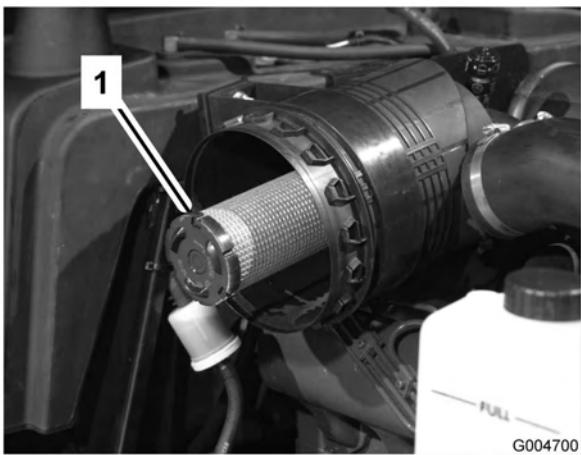

Bild 48
3. Entfernen Sie den Hauptfilter (Bild 47). Das Reinigen eines verwendeten Elements wird nicht empfohlen, da das Filtermedium beschädigt sein könnte. Prüfen Sie den neuen Filter auf Versandschäden, prüfen Sie das Dichtungsende des Filters und des Körpers. Verwenden Sie nie ein beschädigtes Element. Entfernen Sie **nicht** den Sicherheitsfilter (Bild 48).
Wichtig: Versuchen Sie nie, den Sicherheitsfilter zu reinigen (Bild 48). Tauschen Sie den Sicherheitsfilter bei jeder dritten Wartung des Hauptfilters aus.